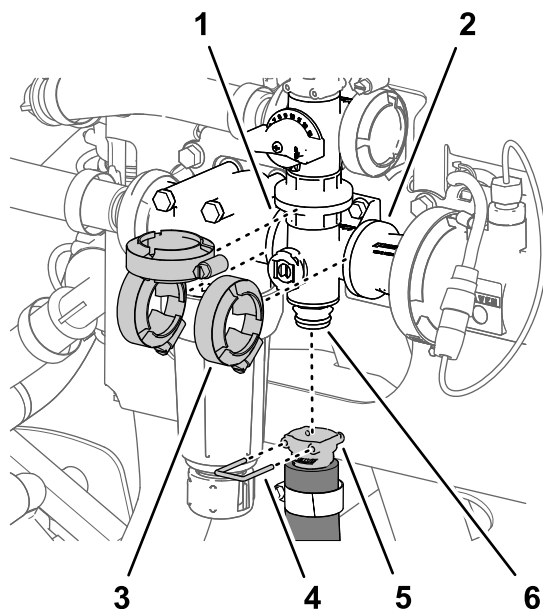
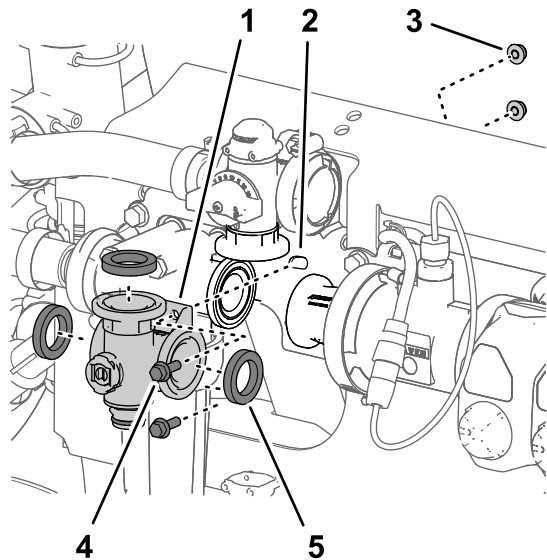

Figura 121
Figura 120
1. Alinhe a flange do coletor da válvula de agitação e 3 juntas com as flanges da válvula de distribuição da agitação, a cabeça do filtro de pressão e o adaptador do acoplamento (Figura 120 e Figura 121).
2. Prenda sem apertar o coletor da válvula de agitação à válvula de distribuição da agitação, à cabeça do filtro de pressão e ao adaptador do acoplamento (Figura 121) com as 3 braçadeiras da flange que retirou em Remoção da válvula do coletor de agitação (página 85).
5. Aperte as 3 braçadeiras da flange à mão (Figura 121).
6. Monte o acoplador de ligação rápida do tubo de agitação na união de ligação rápida do coletor da válvula de agitação com o pino de ligação rápida (Figura 121).